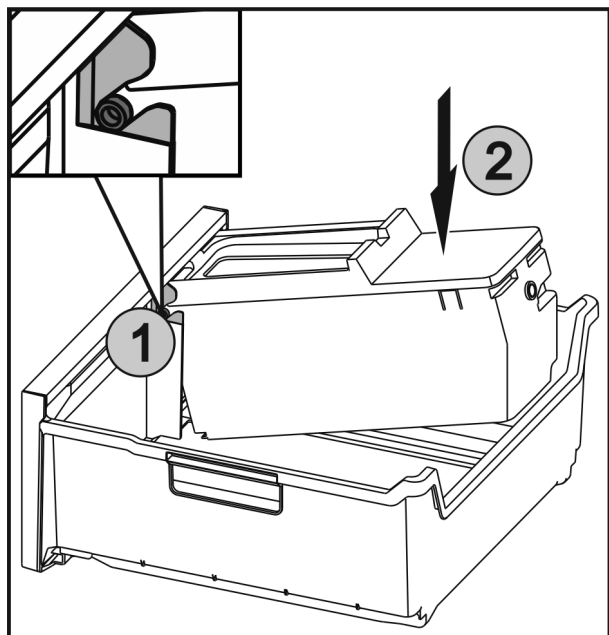

Fig. 50
- ▶ Die Achsen Fig. 50 (1) an EasyTwist-Ice in die Führungen einschieben und die hintere Seite Fig. 50 (2) bis die Lasche einrastet drücken.